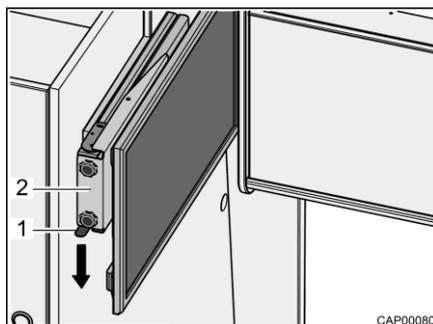

Fig. 45 Base estraibile con schermo piatto
- Premere verso il basso la molla d'arresto (Fig. 45,1) ed estrarre orizzontalmente la base estraibile (Fig. 45,2) con lo schermo piatto in direzione del centro del veicolo.
- Fare scorrere orizzontalmente la base estraibile (Fig. 45,2) con lo schermo piatto fino all'arresto. La molla d'arresto (Fig. 45,1) scatta in posizione.